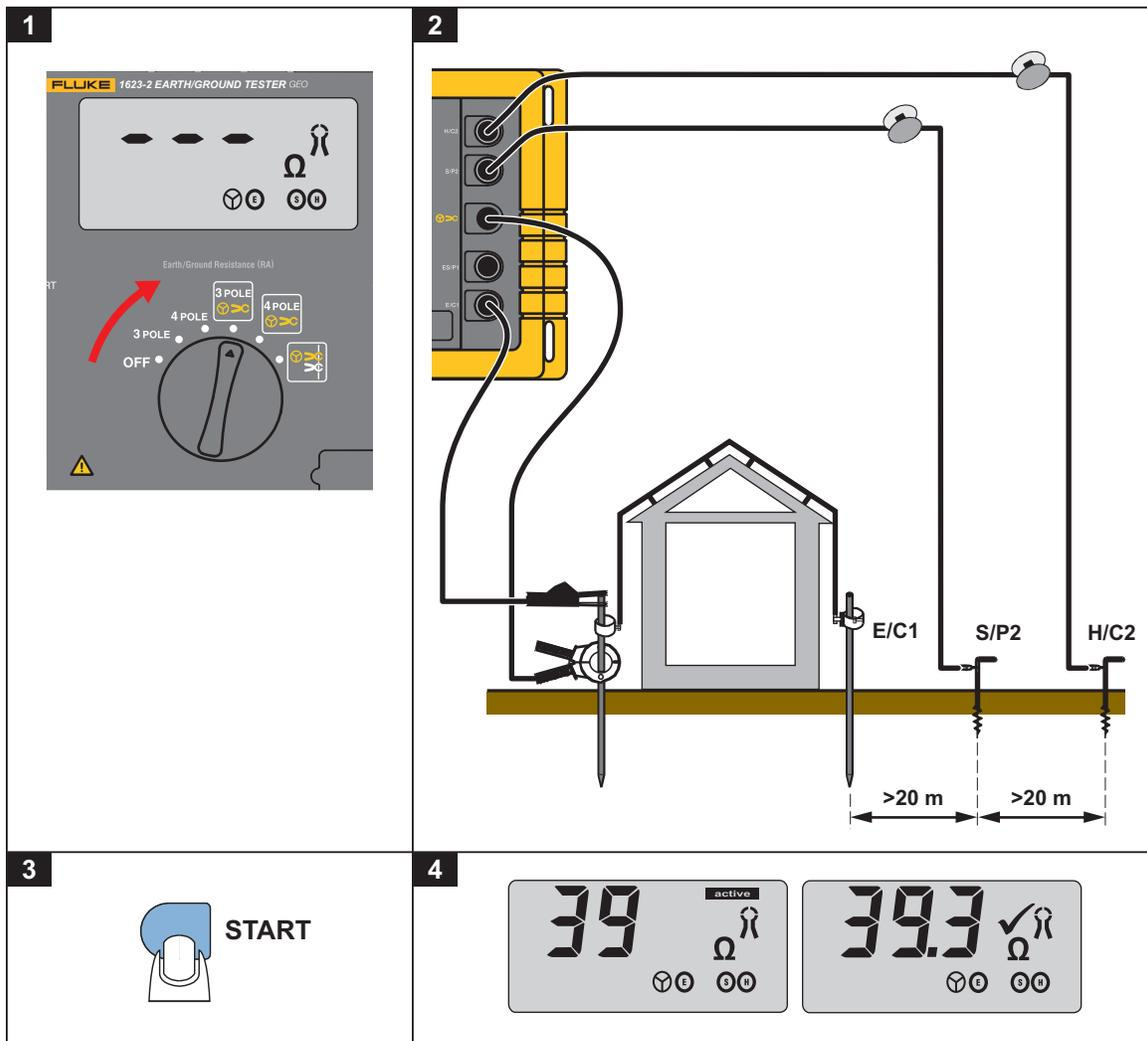

Figura 6. Medición de resistencia selectiva R_A de 3 polos con pinza de corriente
1. Seleccione **3 POLOS** . Consulte la Figura 6.